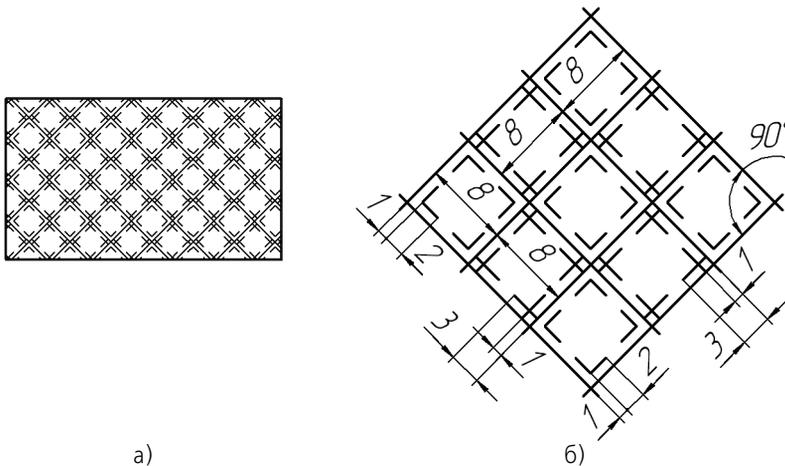

Рис. 131.7. Стиль штриховки Термопласт:
**Задание.** Создайте стиль штриховки **Термопласт** (рис. 131.7). Стиль линии штриховки — Тонкая.